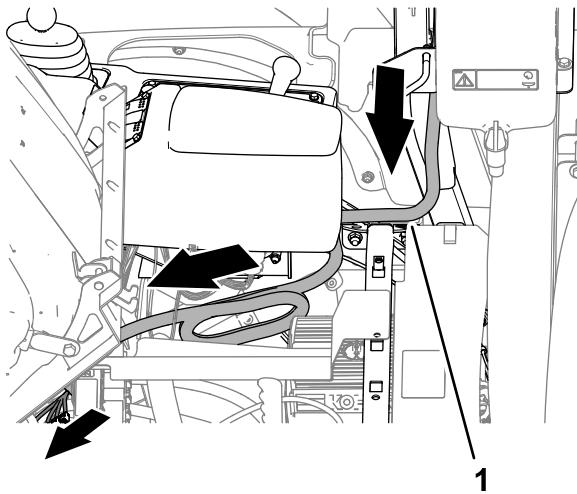

Figura 56
2. Enrute el arnés de la antena del módem por debajo del reposabrazos, como se muestra en la Figura 56.